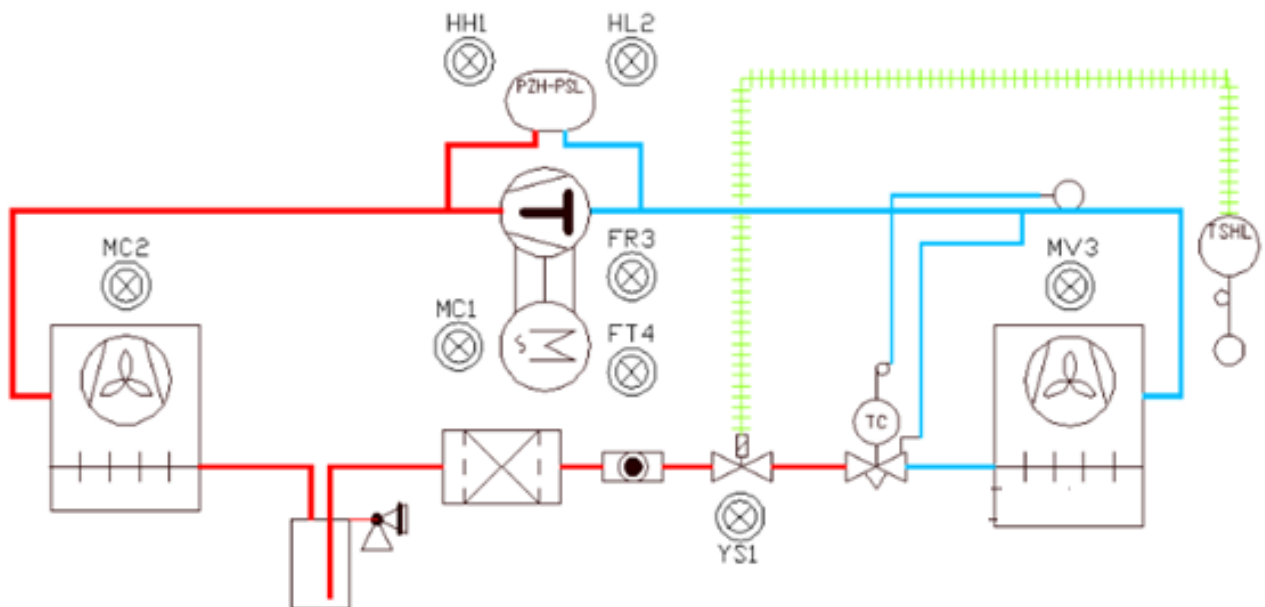

Figura 1. Esquema de principi de la instal·lació.
1). Realitzau el disseny elèctric d'un equip de refrigeració amb desgel d'aire forçat amb l'aturada de compressor (figura 1): **(45 min).** **(Es donaran diferents manuals dels components).** **(2 P.)**
- Es tindran que senyalitzar els elements amb pilots com s'indica a la *figura 1*.